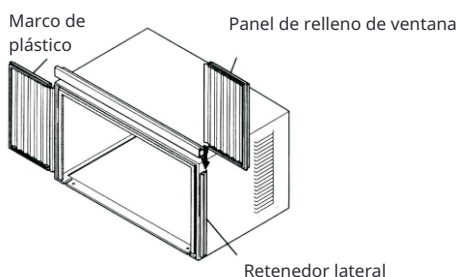
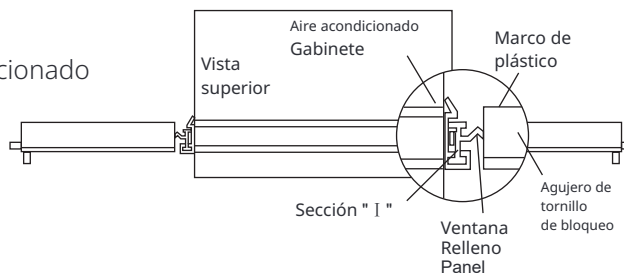

Fig.9
Fig.10
2. Deslice la sección "I" del panel de relleno de la ventana en el retenedor lateral en el lado del gabinete (ver Fig. 9 y Fig. 10). Haga ambos lados.